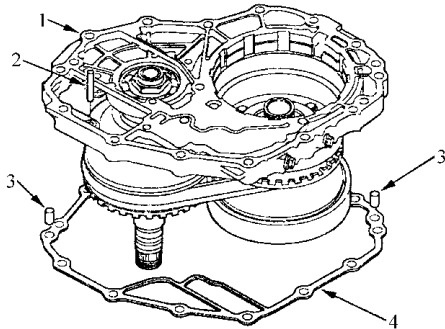

图 5-95 拆卸滚柱
33) 如图 5-95 所示，拆卸滚柱、中间壳体、定位销和衬垫。